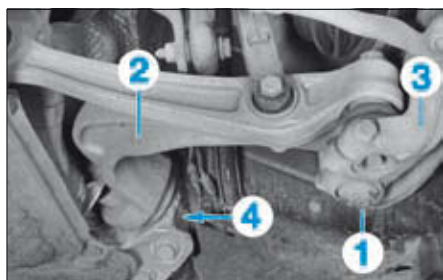

FIG. 20
- Desserrer l'écrou (1) de la rotule du bras inférieur de guidage (2) sur le pivot (3) (Fig.20),
- Déposer la vis (4) du bras (2) sur le berceau.